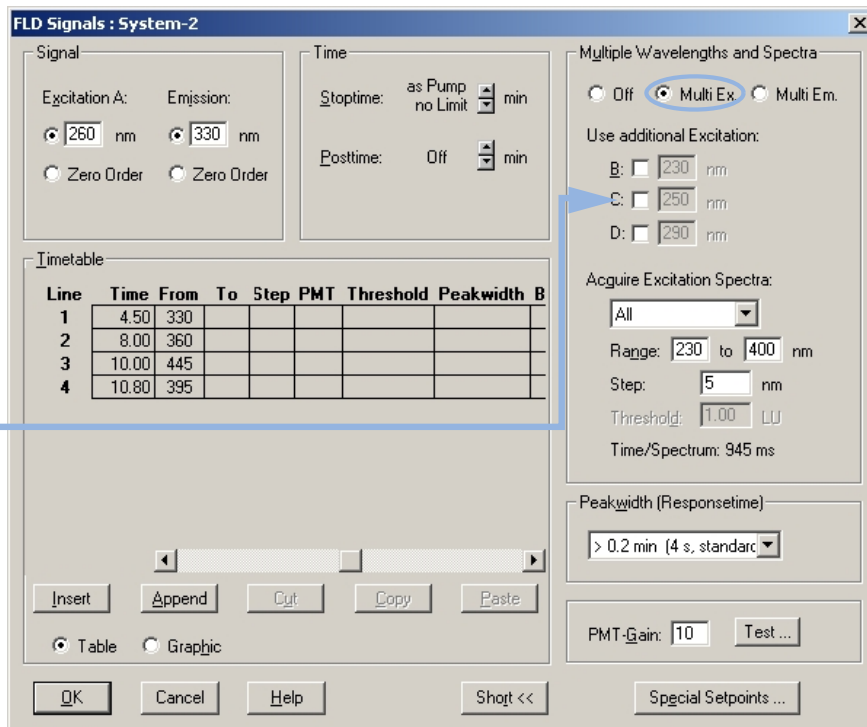

Figure 40 Paramètres du détecteur pour un balayage des longueurs d'onde d'excitation
- Utilisez les paramètres et le tableau de chronoprogrammation (page précédente), effectuez une deuxième analyse pour l'évaluation de la longueur d'onde d'excitation optimale. Voir Figure 40, page 102.